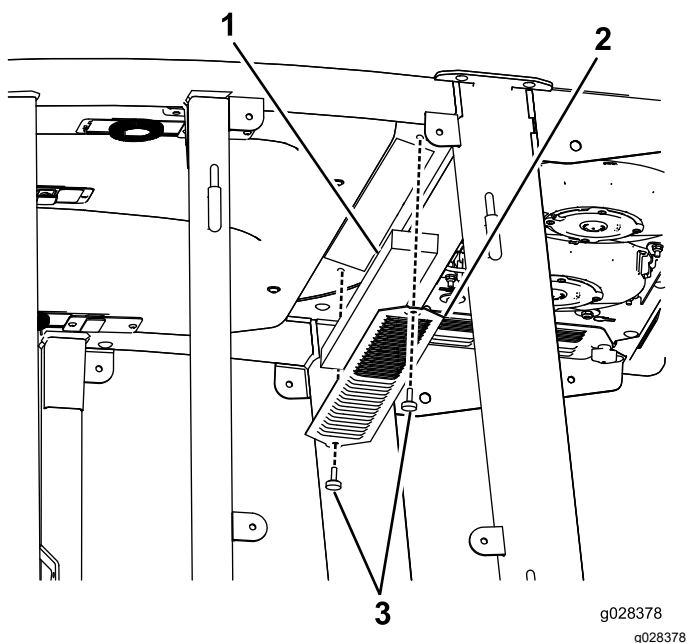

**Figura 105**
2. Retire las 6 tuercas y arandelas de la parte inferior de la parte trasera de la cabina (Figura 105).